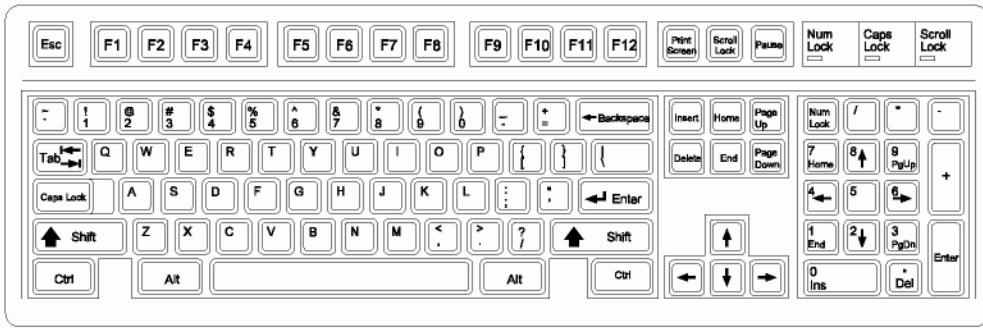

Рис. 1. 101-клавишиная клавиатура
Расширенная 101- и 102-клавишиная клавиатуры. В 1986 году фирма IBM выпустила *корпоративную* расширенную 101-клавишиную клавиатуру для новых моделей XT и AT (рис. 1). Эта клавиатура впервые появилась в моделях RT PC фирмы IBM, которые являются RISC-компьютерами (Reduced Instruction Set Computer – компьютер с ограниченным набором команд). Такая клавиатура теперь поставляется фактически с каждой системой и терминалом фирмы IBM. Многие другие компании быстро скопировали эту модель, и очень скоро она стала стандартной для всех IBM-совместимых систем. Раскладка этой универсальной клавиатуры лучше 84-клавишиной, за исключением, возможно, одного – клавиша <Enter> опять стала меньше. 101-клавишиная клавиатура разработана в соответствии с международными требованиями и правилами. Фактически, такие фирмы, как Digital Equipment Corporation (DEC) и Texas Instruments (TI), уже использовали клавиатуры, аналогичные 101-клавишиной модели IBM. Первоначально 101-клавишиные устройства выпускались как со светодиодными индикаторами, так и без них, в зависимости от того, для какого компьютера (XT или AT) они предназначались. Сейчас есть много вариантов клавиатур, в том числе и с интегрированными устройствами позиционирования (манипуляторами).